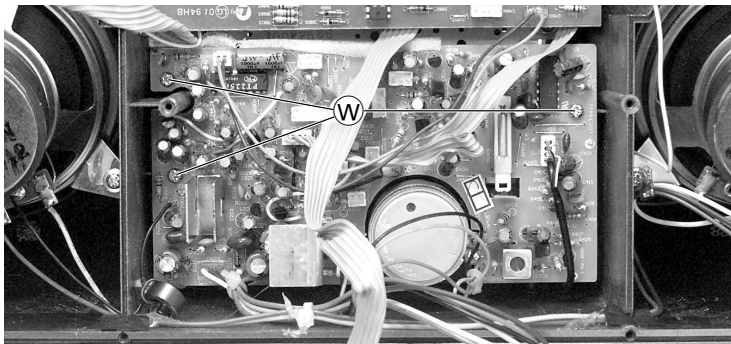

Fig. 24
- 3 Schrauben ⑦ herausdrehen (Fig. 24) und Hauptplatte herausnehmen.
- Undo the 3 screws ⑦ (Fig. 24) then remove the main PCB.